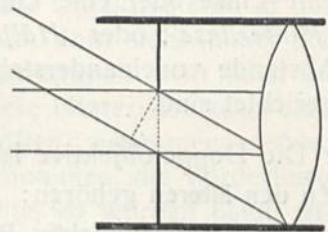

Abb. 47.
h) Nicht als eigentlicher Fehler, sondern als eine unerfreuliche Eigenschaft des Objektivs ist das „**Vignettieren**“ zu bezeichnen. Unter „**Vignettieren**“ eines Objektivs versteht man die Erscheinung, daß auf der Mattscheibe das Bild in der Mitte viel heller als an den Rändern aussieht. Diese starke Lichtabnahme nach den Bildrändern kommt daher, daß von den schräg auffallenden Strahlen weniger Licht ins Objektiv gelangt als von den lotrecht auffallenden (Abb. 47), andererseits ein Teil des Lichts von der Objektivfassung abgeschnitten wird. Je schräger das Licht die Linse trifft, um so stärker vignettiert das Objektiv. Am auffallendsten ist dies bei den Weitwinkel- und den lang gebauten Petzval-Porträtobjektiven. Bei den Weitwinkeln beträgt der Unterschied der Bildhelligkeit in der Mitte gegenüber der der Ränder das Drei- bis Achtfache. Man gleicht die verschiedene Lichtwirkung dadurch aus, daß man die Bildränder entsprechend viel länger als die Mitte belichtet. Das geschieht mittels einer „**Sternblende**“ mit ausgezackten Rändern, die dicht vor dem Objektiv bewegt wird (z. B. beim Hypergon) oder mittels eines in die Sonnenblende eingesetzten „**Kompensators**“ in Gestalt einer planparallelen Scheibe, bestehend aus einer eben-gewölbten Rauchglasplatte, die mit einer eben-gehöhlten klaren Glasplatte vereinigt ist.